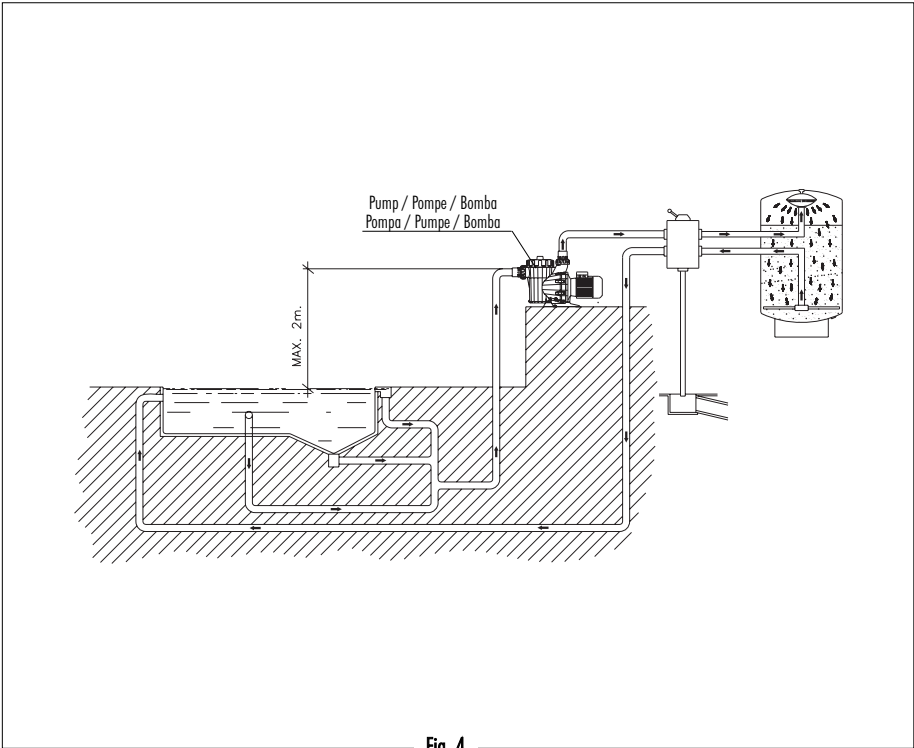

Fig. 4
- Caso seja necessário instalar uma bomba de auto-aspiração acima do nível da água, a diferença de altura não deve ser superior a 2 metros (Fig. 4), para que a conduta de aspiração seja o mais curto possível já que, uma tubagem mais comprida aumenta o tempo de aspiração e as perdas de carga da instalação.